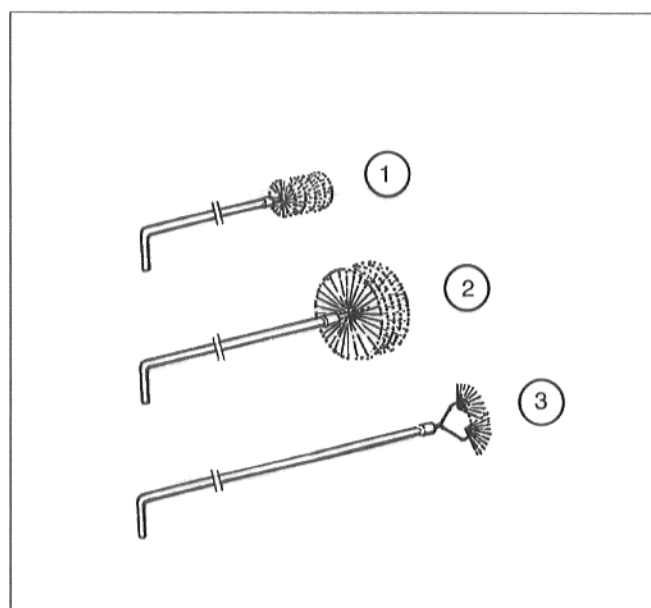

Рис. 56
- На рис. 56 показаны щетки применяемые для очистки.